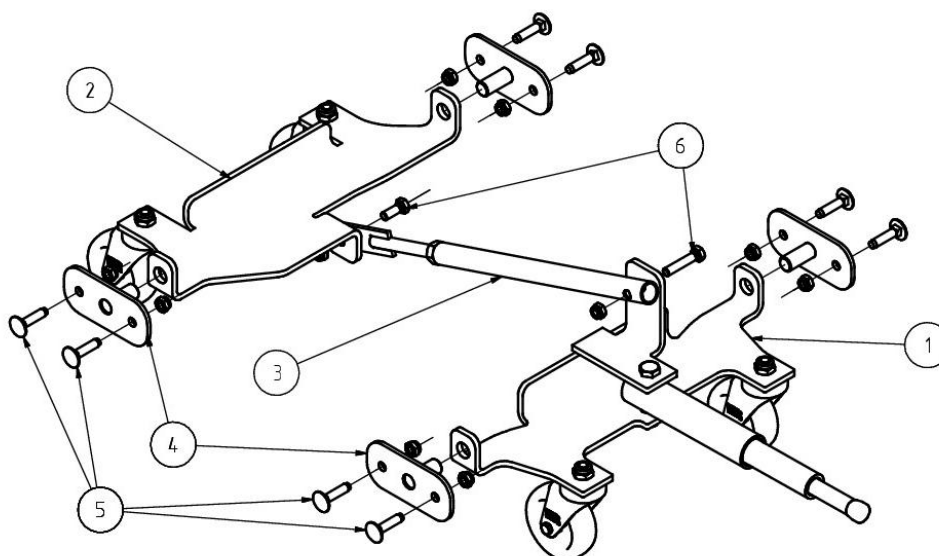

Abb. 2: Sport-Thieme Schwenkrollen-Einrichtung „Vario“
Zur Montage der Schwenkrollen-Einrichtung (Abb. 2) stecken Sie zunächst die Achslager ④ in die Rohrenden der beiden Radsätze ① und ②.